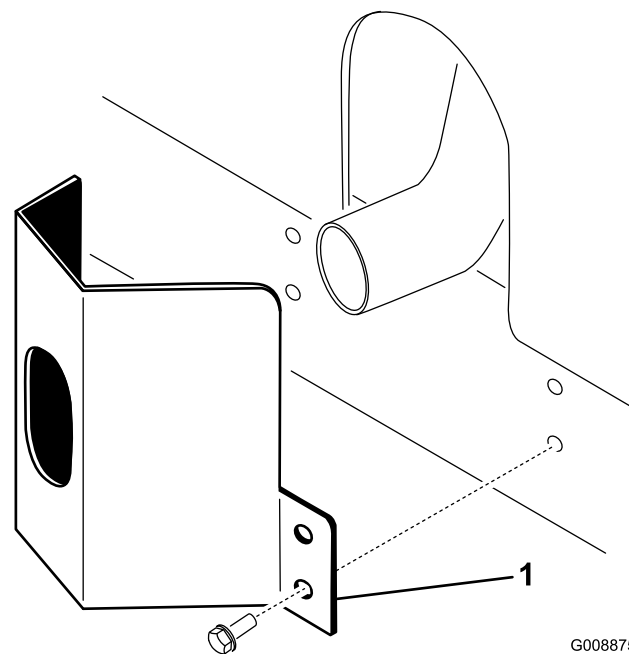

図 11
2. タップねじ本で固定する 図 11。
1. フレームについている取り付け穴に合わせてマフラー部にガードを取り付ける 図 11。